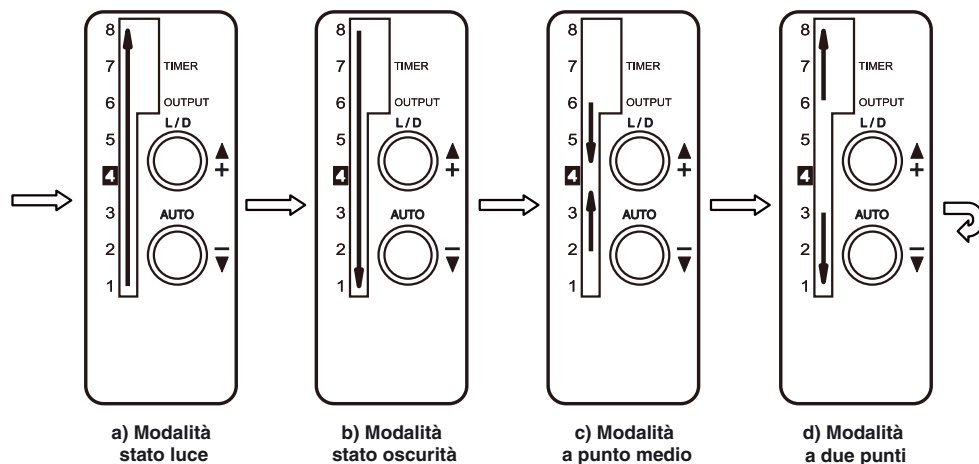

Figura 1: sequenza di lampeggiamento dei LED per le modalità di apprendimento automatico
2) Tenendo premuto il pulsante AUTO, premere ripetutamente il pulsante "+" per scorrere le quattro possibili modalità di apprendimento automatico. La direzione dei LED indicatori di contrasto lampeggianti (numerati da 1 a 8) indica la modalità di apprendimento automatico corrente (vedere Figura 1). Quando è indicata la modalità desiderata, rilasciare il pulsante AUTO. Di seguito sono riportate le descrizioni delle quattro modalità di apprendimento automatico.